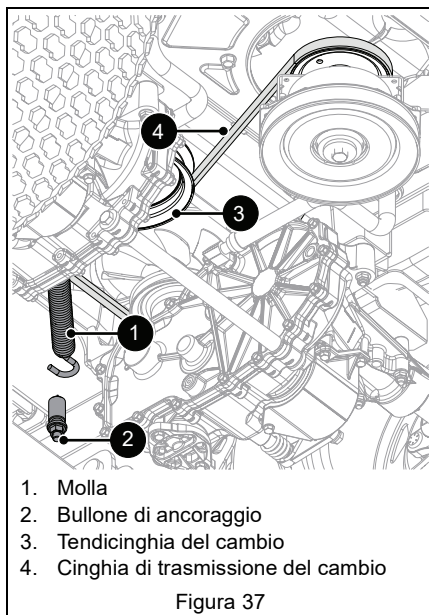

Figura 37
3. Sotto l'unità, rimuovere lentamente il gancio della molla dal bullone di ancoraggio per rilasciare la tensione dal tendicinghia del cambio. Vedere Figura 37.